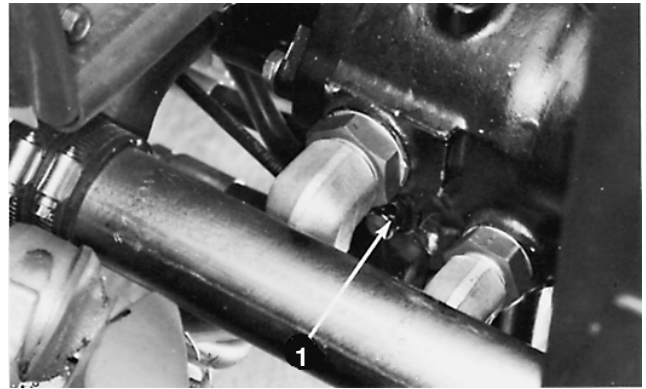

Figure 30
1. La vanne de dérivation se trouve à gauche de la pompe à cylindrée variable (Fig. 30). Tournez la vanne de 1/2 à 1 tour dans le sens anti-horaire pour l'ouvrir et permettre à l'huile d'être dérivée dans le circuit. Il sera alors possible de déplacer la machine **lentement** sans endommager la transmission.